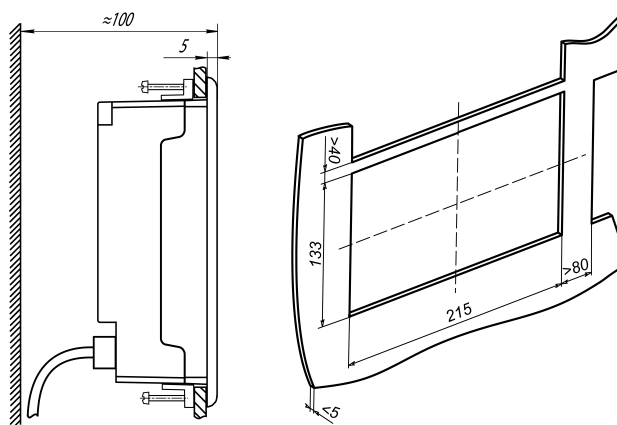

Рисунок 2 – Монтаж СПК207
2. Разметить необходимые размеры выреза в щите для монтажа прибора (см. рисунок 2);